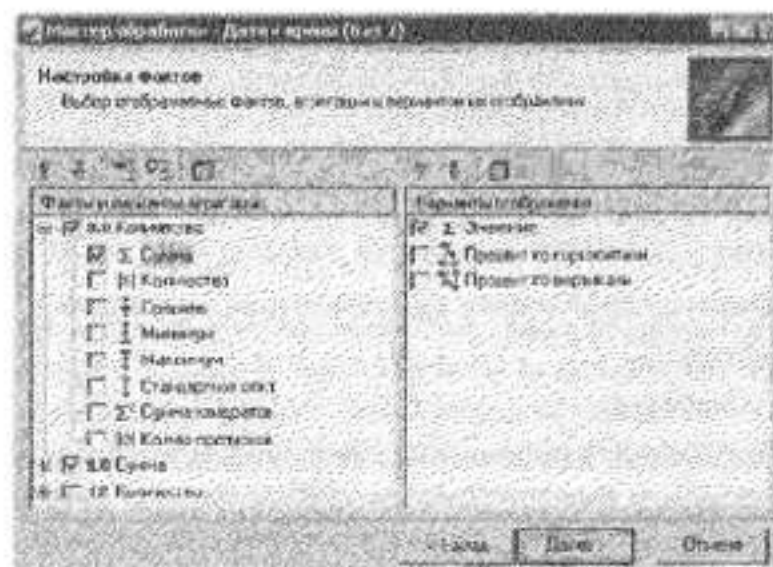

Рис.1.30. Налаштування відображення фактів
6. На останньому кроці визначте, які факти потрібно відобразити в кубі на перетині вимірів, і їх агрегацію (рис. 1.30).